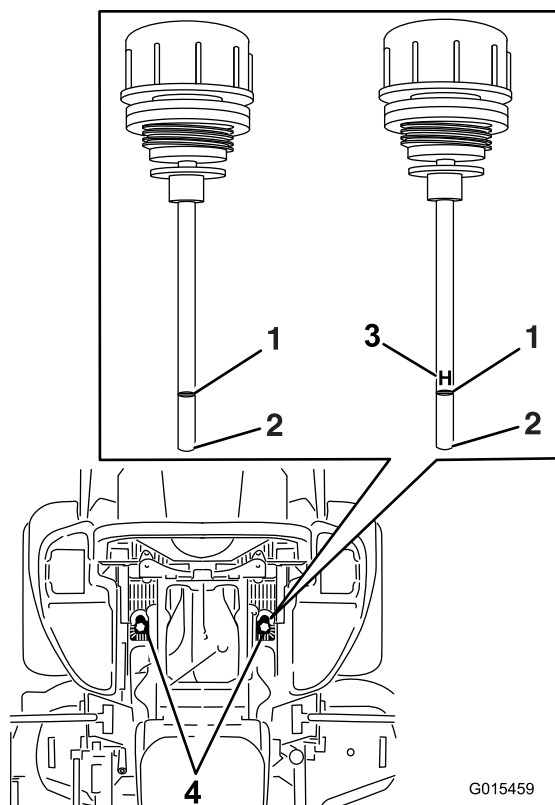

Figura 92
6. Limpe a zona em torno das varetas dos reservatórios do sistema hidráulico (Figura 92).
7. Retire uma vareta do reservatório hidráulico (Figura 92).
9. Retire a vareta do óleo e verifique a extremidade (Figura 92).